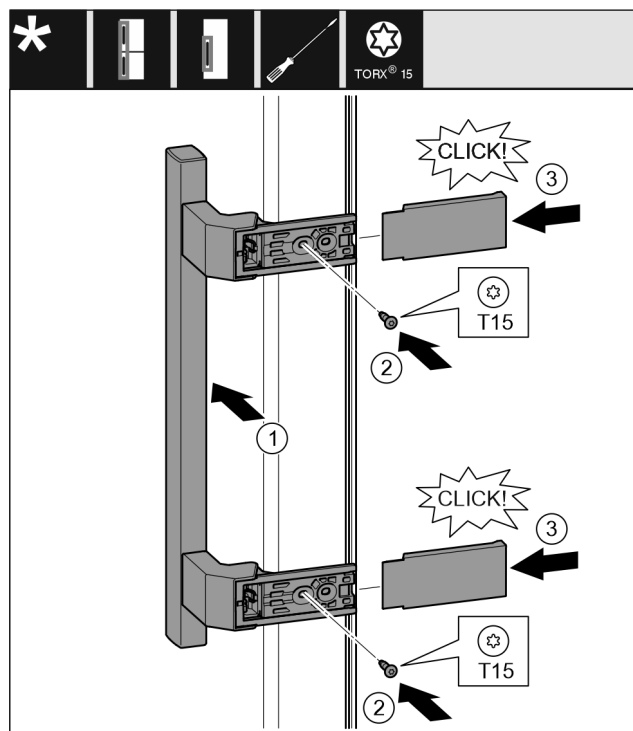

Fig. 18
- Griff auf der Gegenseite ansetzen. Fig. 18 (1)
- Schrauben mit Schraubendreher T15 festschrauben. Fig. 18 (2)
- Abdeckungen seitlich ansetzen und aufschieben. Fig. 18 (3)